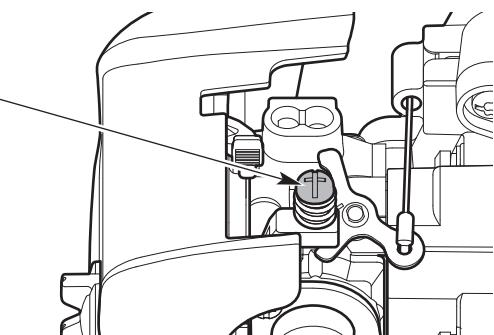

Fig. 19
- Si el motor se para, aumente la velocidad de ralentí. Use un destornillador Phillips pequeño para girar el tornillo de velocidad de ralentí en el sentido de las agujas del reloj, 1/8 de giro cada vez hasta que el motor funcione al ralentí de manera uniforme (Fig. 19).
- Si las cuchillas se mueven cuando el motor funciona al ralentí, reduzca la velocidad de ralentí. Gire el tornillo de velocidad de ralentí en el sentido contrario de las agujas del reloj, 1/8 de giro cada vez, hasta que se detenga las cuchillas (Fig. 19).